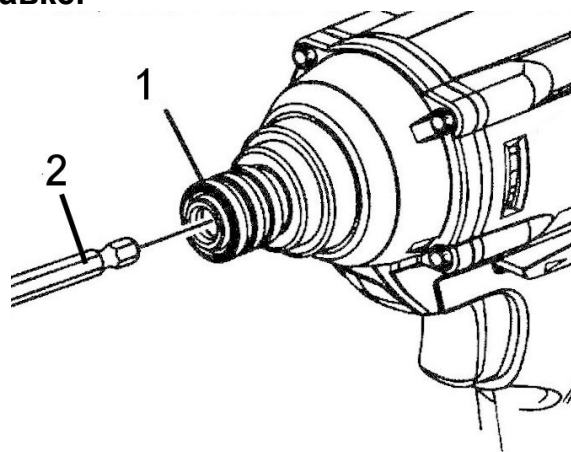

Рисунок 6. Установка биты
- оттяните блокировочную гильзу вперед и удерживайте ее в этом положении, одновременно выньте шпиндель и установите биту в державку, после чего отведите блокировочную гильзу назад (*рисунок 6*).